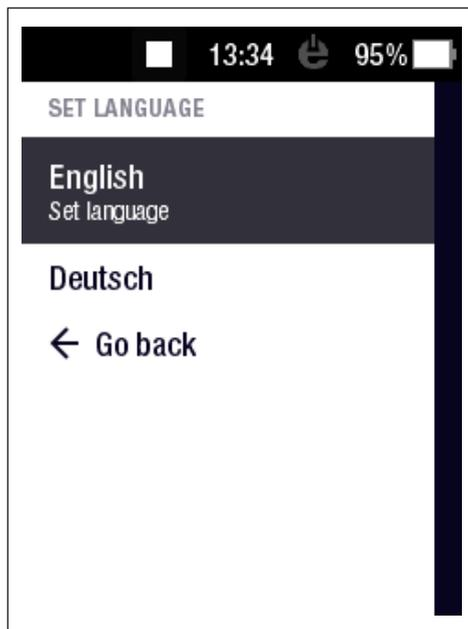

Fig. 46: Choisir la langue pour l'interface utilisateur
- ▶ Dans l'étape suivante, sélectionnez la langue que vous préférez pour l'interface utilisateur Fig. 46).